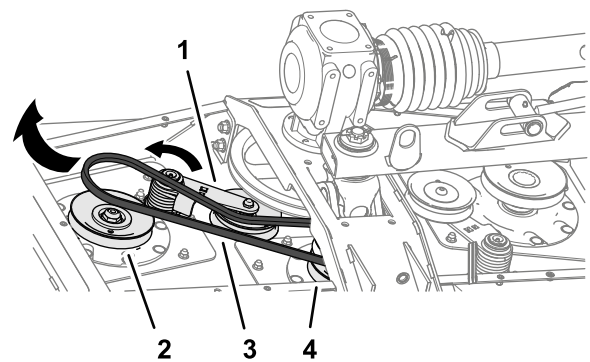

Bild 60
3. Drehen Sie den Riemen spanner für den kurzen Riemen mit einer Brechstange oder ähnlichem Werkzeug gegen den Uhrzeigersinn und ziehen Sie den Riemen von der Spannscheibe ab (**Bild 60**).